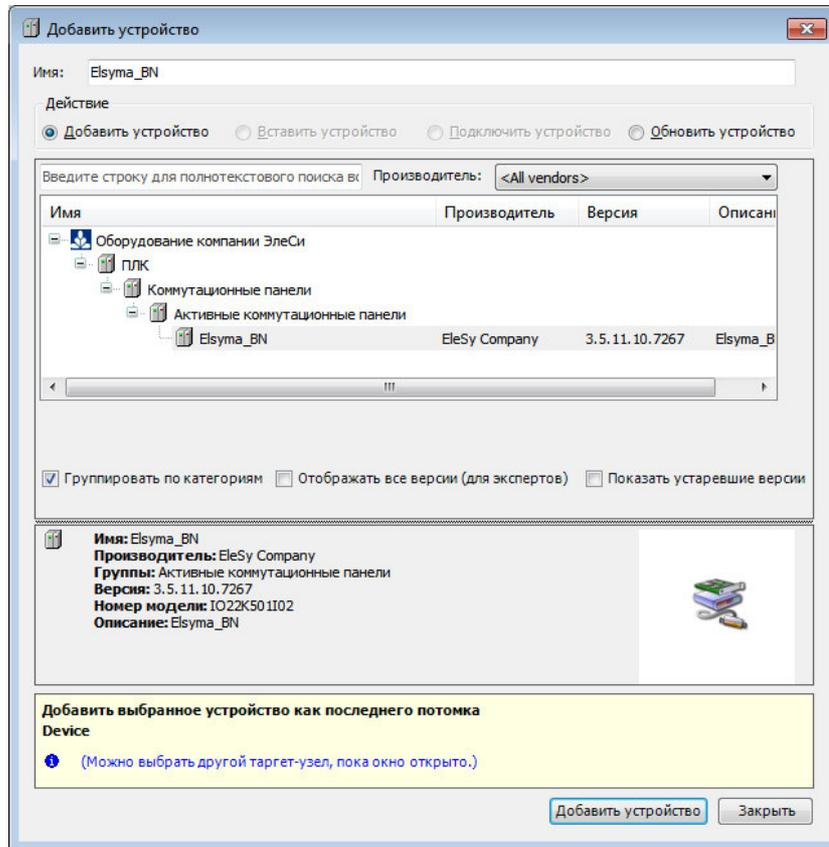

Рисунок 3.6 - Окно добавления устройств
2. В окне «Добавить устройство...» найти группу «Устройство». В поле **Производитель:** следует выбрать *EleSy Company* и выбрать устройство *Elsyта_BN* после чего нажать кнопку «Добавить устройство...» (рисунок 3.6).